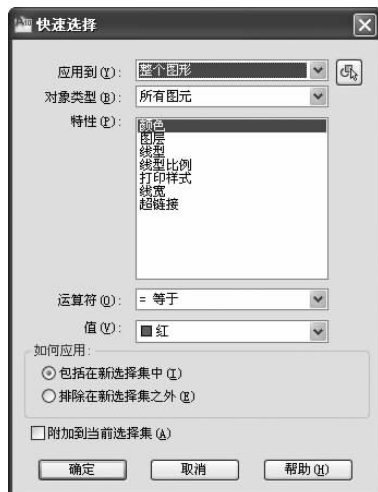

图 5-9 “快速选择”对话框
(1)在命令行中输入 QSELECT 命令,将弹出如图 5-9 所示的“快速选择”对话框。
(2)按照图 5-9 所示对该对话框中的选项进行设置。设置完成后,单击“确定”按钮,将选中所有红色的图形对象。